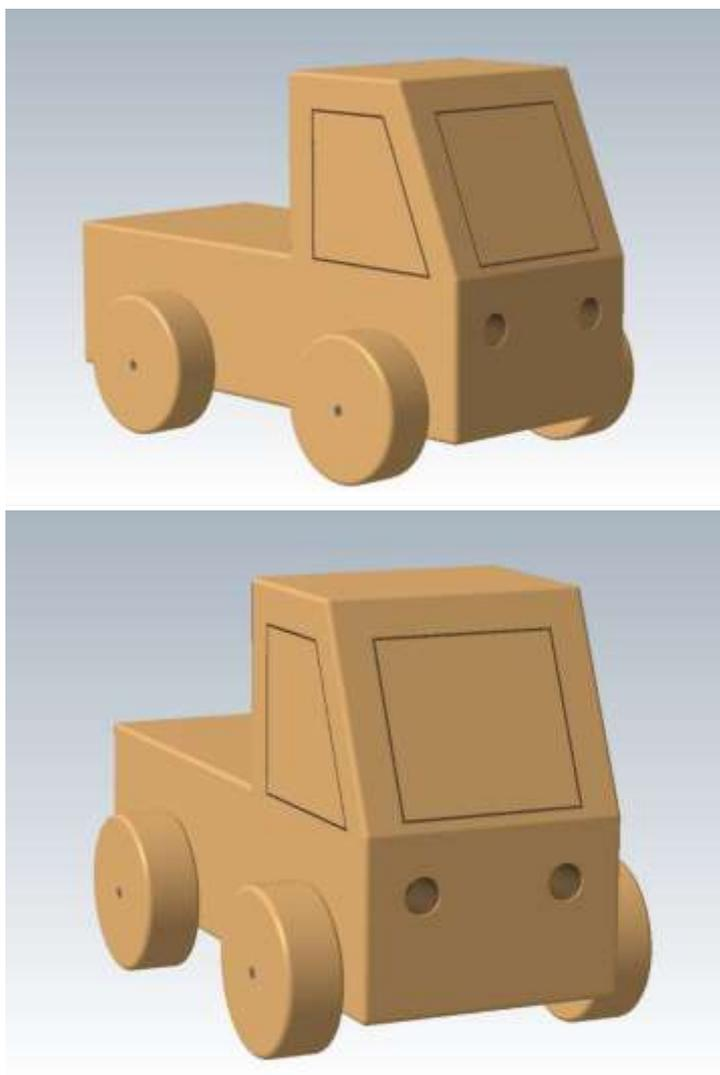

Рис. 1
1. С помощью рисунков (см. рис. 1) и чертежа (см. рис. 2) изготовить детали и собрать изделие.